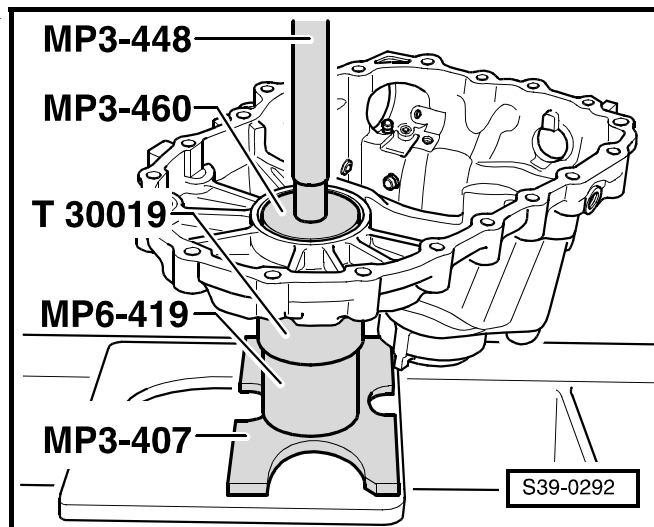

Рис. 9: Извлечение и установка упругого штифта пальца сателлитов
- извлечение и установка ⇒ Рис. 9 в **39-3** страница 6